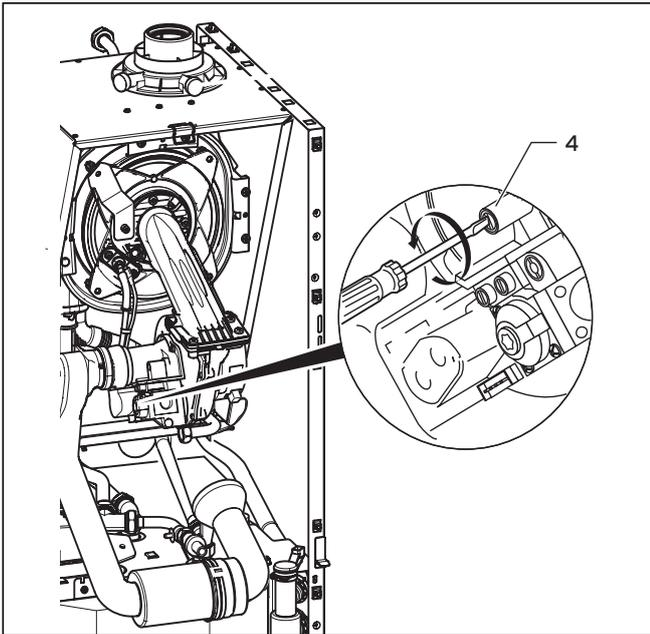

Abb. 7.6 Luftzahl einstellen
- Drehen Sie die Luftzahleinstellschraube (**4**, Abb. 7.6) behutsam rechts herum (im Uhrzeigersinn), um den CO₂-Gehalt zu verringern.